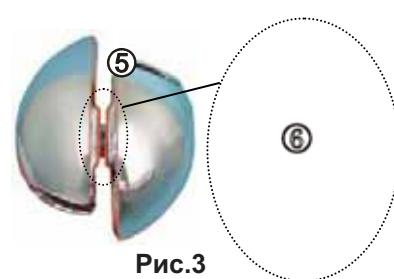
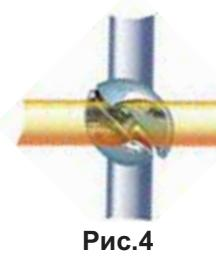

Рис.3
Рис.4
3. Присоединить к конструкции трубу-поперечину (7), используя крестовое соединение (5), рис.5. Для чего ослабить, при необходимости, винт и, поворачивая одну половину соединения относительно другой, совместить их выступы (6), как показано на рис.3. При этом скрепляемые трубы свободно проходят в отверстия соединения и пересекаются под углом 90°, рис.4.